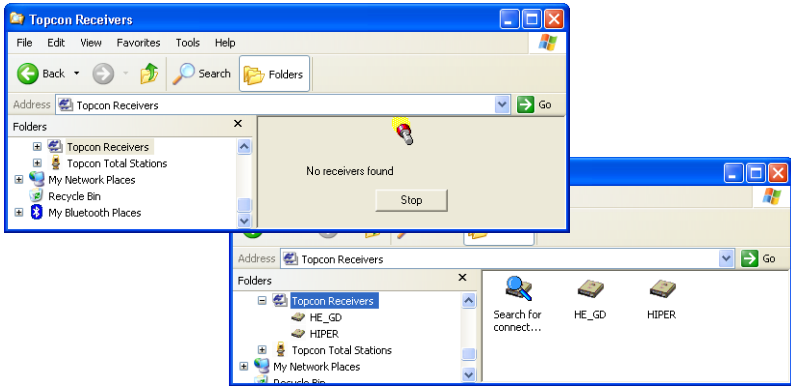

Figura 5-1. Buscando y Encontrando Receptores Topcon en Windows Explorer
cualquiera de los puertos de la computadora (COM y USB) (Figura 5-1).
- Al terminar, se mostrarán todos los receptores conectados a los puertos de la computadora (Figura 5-1).